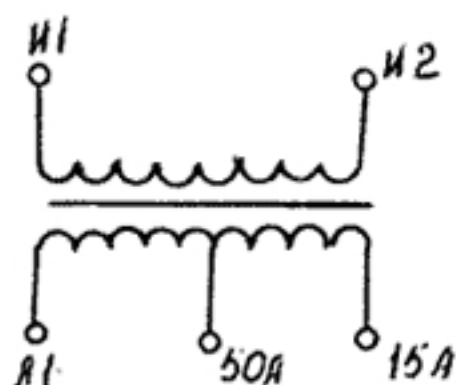

Рис. 5.1.
- 5.1. Принципиальная схема трансформатора изображена на рис. 5.1.